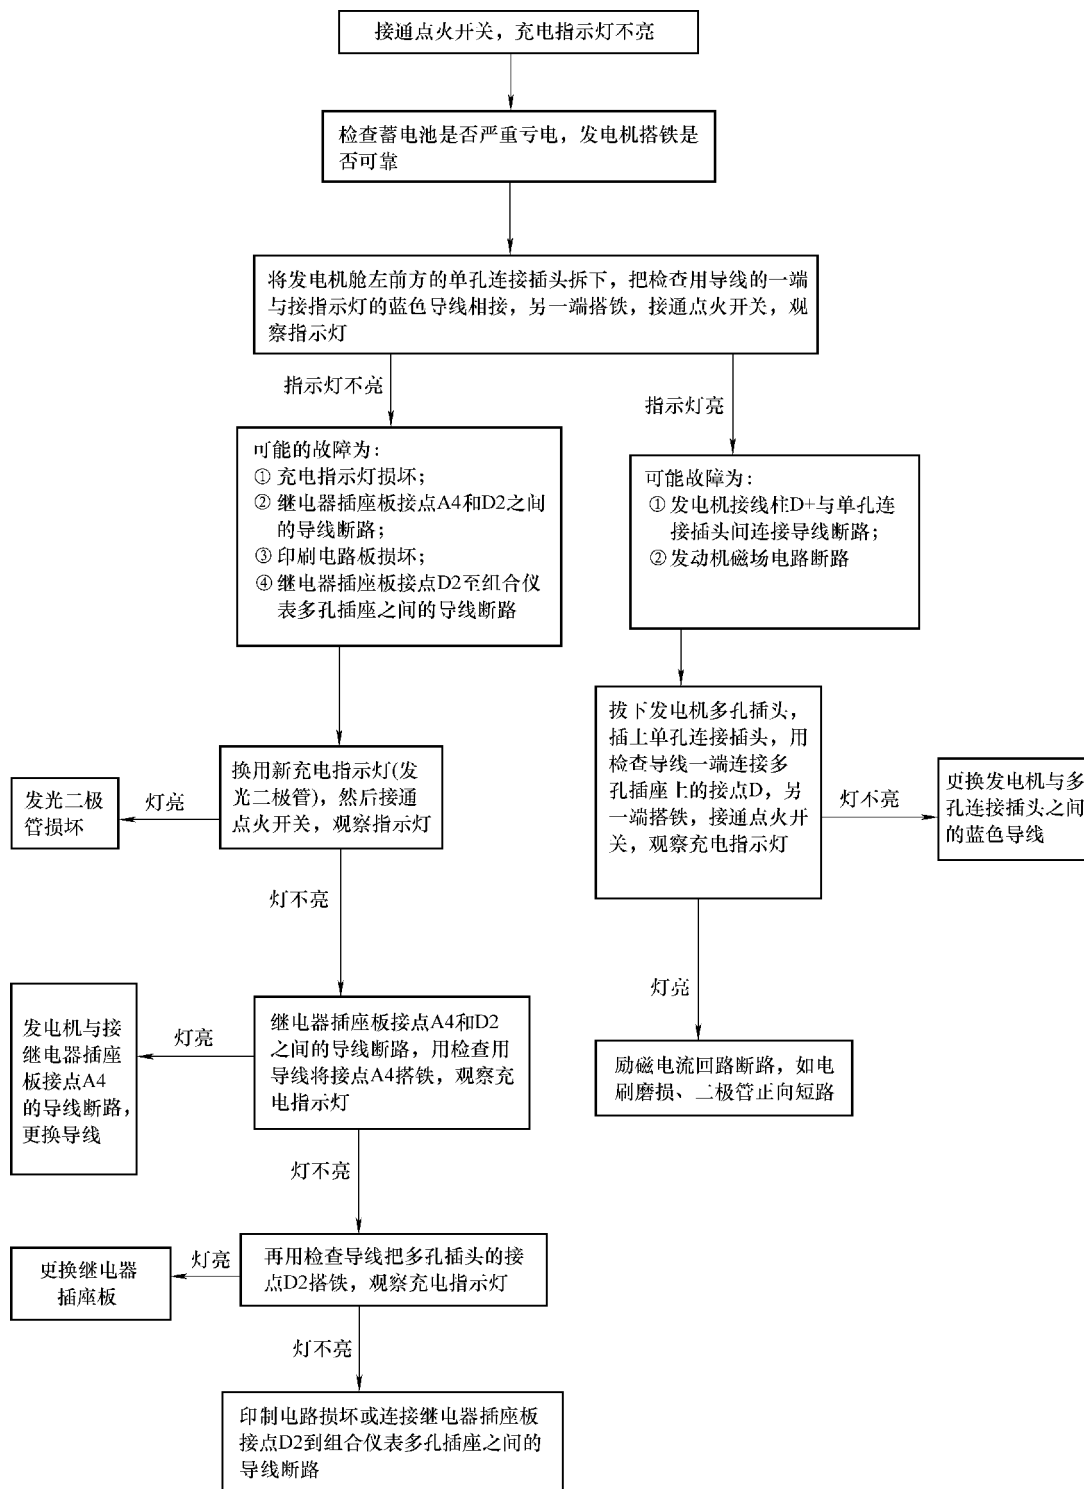

图 3-33 桑塔纳系列轿车充电指示灯不亮的诊断流程
3) 若以上检查良好，把发电机舱内左前方的单孔连接插头拆开，将检查用的导线一端与接指示灯的蓝色导线相连接，另一端搭铁，打开点火开关，观察充电指示灯，若指示灯点亮，表明发电机 D+ 接线柱与单孔插头间连接导线断路或发动机调节器有故障；若指示灯不亮，可能充电指示灯损坏或继电器插座板、印制电路板及其连线损坏，应按照图 3-33 所示进行诊断。